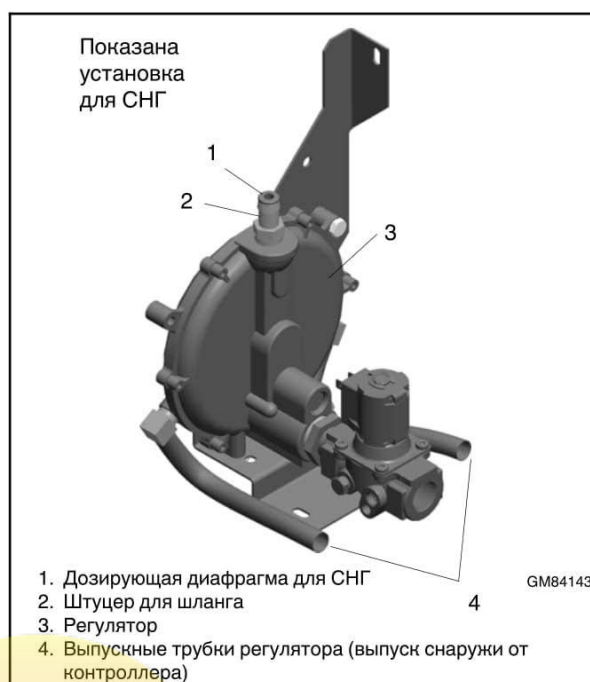

Рис. 1-13 Топливный регулятор и фитинг с диафрагмой для СНГ, RESA20
Для СНГ в топливной линии устанавливается дозирующая диафрагма. При поставке установка обычно настроена на природный газ, а дозирующая диафрагма привязана возле соленоидного клапана. Для перехода на СНГ установите фитинг СНГ, как описано ниже. Расположение компонентов топливной системы см. Рис. 1-13.
5. Снимите хомут шланга и топливный шланг с штуцера топливного блока. См. Рис. 1-13.
6. Вставьте фитинг с диафрагмой для СНГ в штуцер шланга. См. Рис. 1-13.